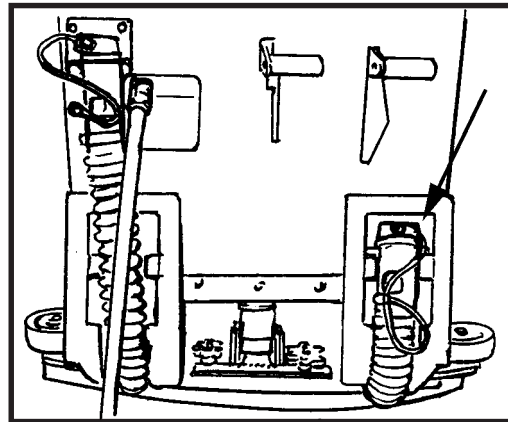
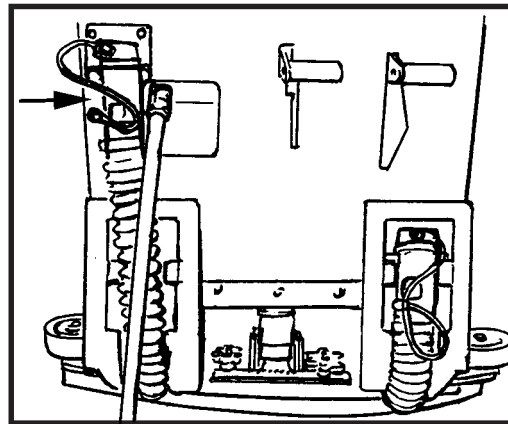

Abbildung 2
Abbildung 3
1. Den Reinigungslösungstank (Abb. 2) und den Wiedergewinnungstank (Abb. 3) entleeren.